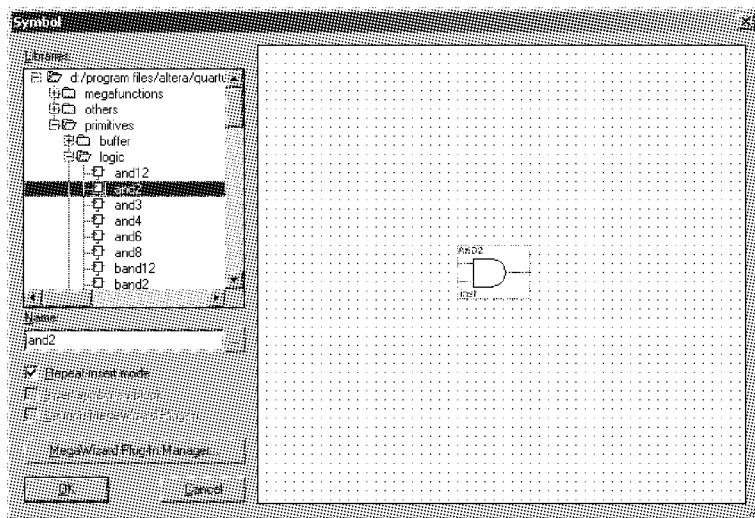

图 3-10 有两个输入端的与门 and2
(1) 在绘图工具栏内单击 Symbol Tool 按钮 , 弹出如图 3-10 所示的 Symbol 对话框。
如图 3-10 所示, 在打开的 logic 文件夹中, 选择有两个输入端的与门 and2, 这时 Symbol 对话框右侧会显示元件图形。